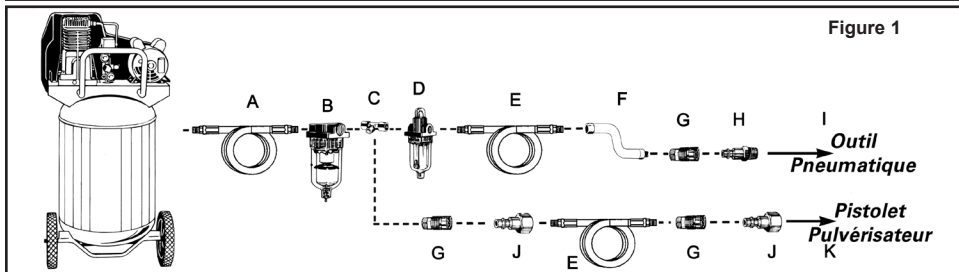
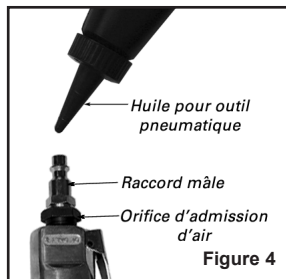

Figure 1
Figure 4
- Branchez l'outil au raccord rapide du tuyau flexible d'air. **REMARQUE : Il est recommandé d'utiliser un flexible de raccordement à pivot (P012-0079SP - non inclus) afin d'empêcher le tuyau flexible de s'entortiller ou de se plier et de prévenir son usage excessif (voir l'élément F de la Figure 1 pour les connexions recommandées).**
Pour conserver le rendement optimal du moteur pneumatique, il faut le lubrifier à chaque utilisation. Des résidus de poussière, de saleté et d'huile se logeront à l'intérieur de l'outil et en réduiront le rendement. Un huilier sur canalisation est recommandé pour lubrifier automatiquement l'outil de façon adéquate (voir Figure 1). Si ce dispositif n'est pas disponible, il est possible de lubrifier l'outil manuellement par l'orifice d'admission (voir Figure 4).